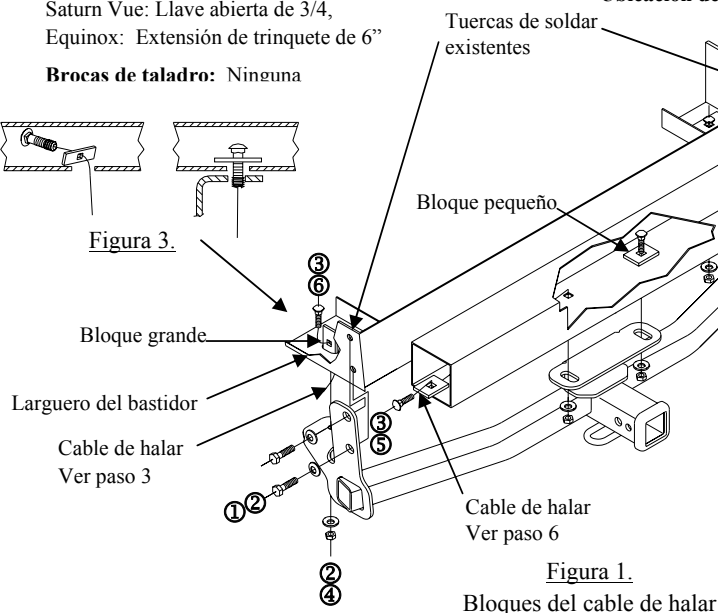

Figura 1.
4. Suba el enganche a su posición, levantando el soporte de montaje del parachoques por encima de la placa protectora (donde se necesite). Asegure con pernos M12 y arandelas cónicas en las tuercas de soldar existentes, con cuidado de no empujar los pernos en el bastidor, como se muestra en la **Figura 1**.
6. **Saturn Vue:** Hale los pernos de carruaje y los bloques pequeños a través del extremo del parachoques e introduzca a través del soporte de montaje del parachoques con el cable de halar. Una la arandela cónica y la tuerca como se muestra en la **Figura 1**.